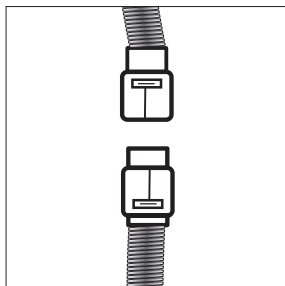

Рис. 10
- Соедините провод от двигателя с проводом от панели управления при помощи влагозащищенного разъёма (Рис. 10).